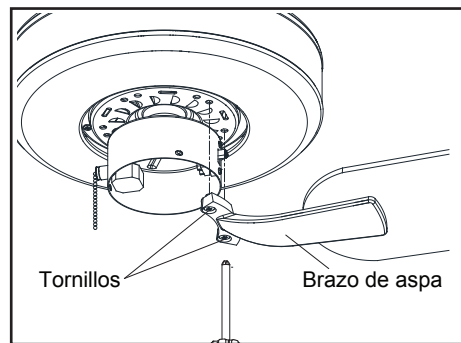

Figura 11
3. Fija el conjunto de las aspas al motor alineando los orificios de los tornillos en la parte inferior del motor del ventilador con los orificios del brazo de las aspas y apretando los tornillos del motor. Por favor, ten en cuenta que los tornillos del motor están preinstalados en los soportes de aspas. (Figura 11)